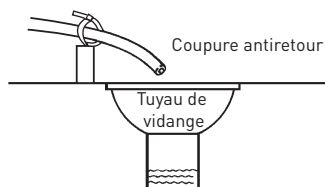

Figure 1 Coupure antiretour
9. Placez environ 25 mm (1 po) d'eau au-dessus de la grille. Si aucune grille n'est utilisée, remplissez jusqu'en haut de l'air-check (Figure 1) situé dans le bac à sel. N'ajoutez pas de sel dans le bac à saumure à ce stade.